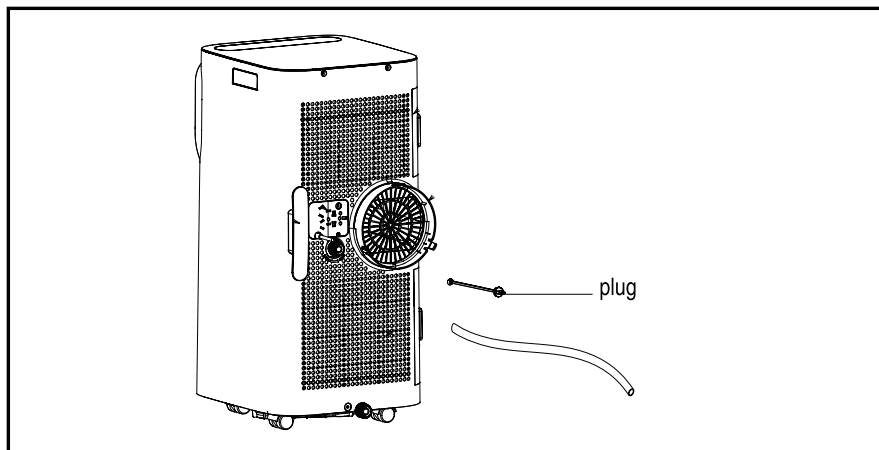
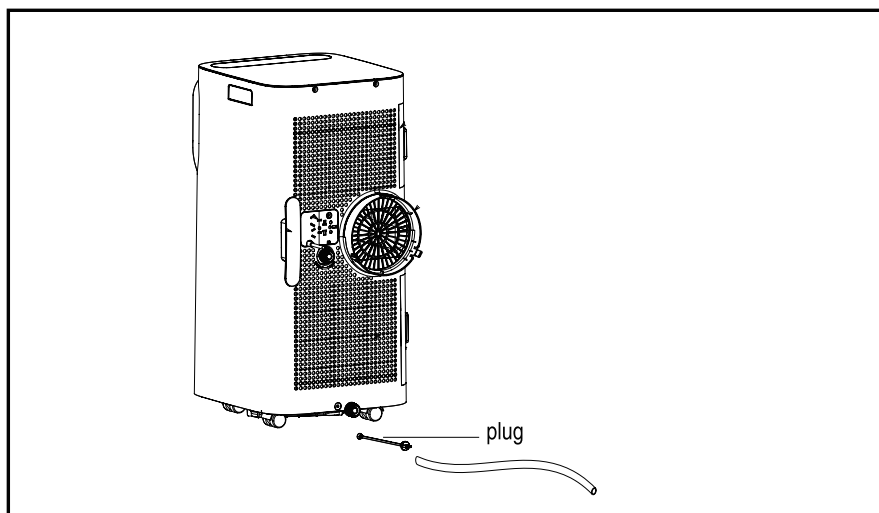

Fig. 11
Fig. 12
**Remarque:** la figure 11 montre le raccordement d'eau en mode Déshumidification et la figure 12 montre le raccordement d'eau servant de sortie pour vider le récupérateur d'eau.